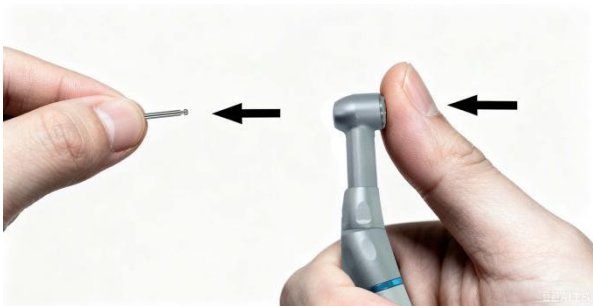

Рис. 2
- 1) Для извлечения бора одной рукой нажмите на кнопку фиксации в задней части головки наконечника, другой рукой извлеките бор (рис. 2).